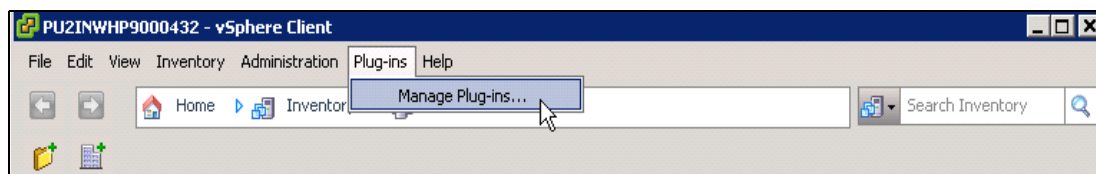

Abbildung 92. vSphere Client - Menüpunkt „Manage Plug-ins“ (Plugins verwalten)
- 1 Wählen Sie im VMware vSphere Client **Plug-ins > Manage Plug-ins** (Plugins > Plugins verwalten) (siehe Abbildung 92).